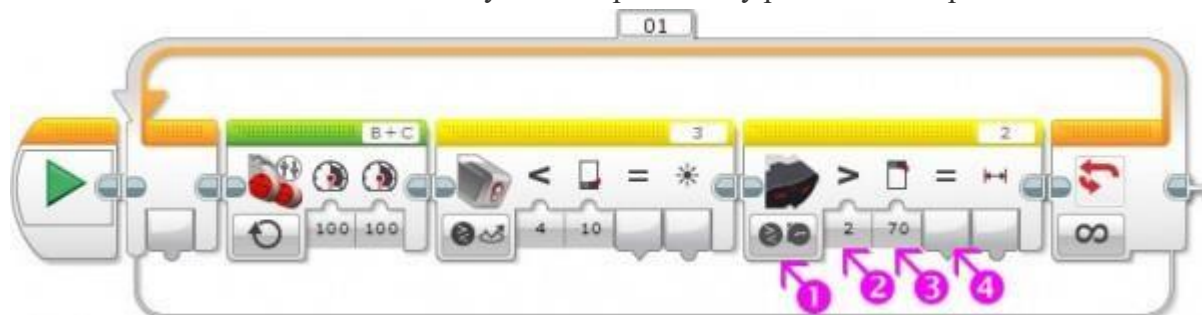

Рис. 9
- В случае использования инфракрасного датчика за блоком "Датчик цвета" установим программный блок "Инфракрасный датчик" "Желтой палитры". Режим работы блока установим в значение "Сравнение - Приближение" (Рис. 9 поз. 1). Параметр "Тип сравнения" (Рис. 9 поз. 2), параметр "Пороговое значение" (Рис. 9 поз. 3) установим таким образом, чтобы выходной параметр "Результат сравнения" (Рис. 9 поз. 4) выдавал логическое значение "Истина" в случае потери из виду роботом соперника.